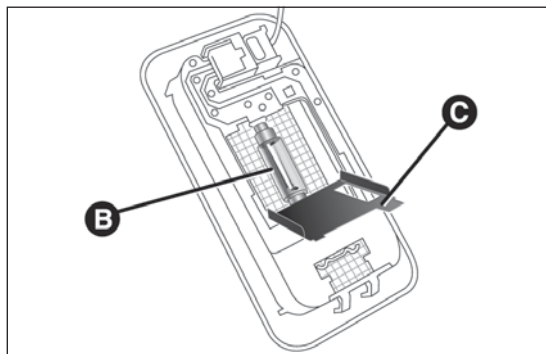

fig. 43
- ☐ aprire lo sportellino C fig. 43 e sostituire la lampada B, svincolandola dai contatti laterali;